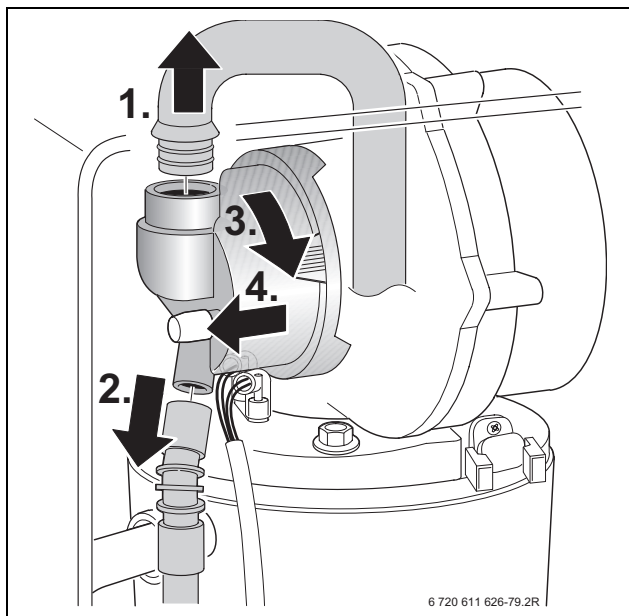

Bild 47
- Saugrohr ausbauen und Gasrohr an der Mischeinrichtung abziehen, → Bild 47.
- ▶ Mischeinrichtung [1] nach Bild 47 ausbauen.